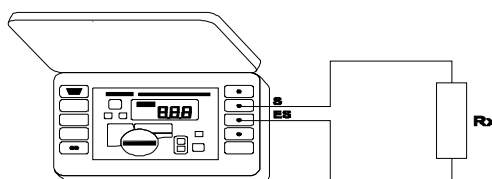

Рис.6. Двухполюсная схема для измерения сопротивления
1. Подключить измерительные провода к измерительным гнездам [2] и [3] с обозначениями „S” и „ES” соответственно (Рис.6).